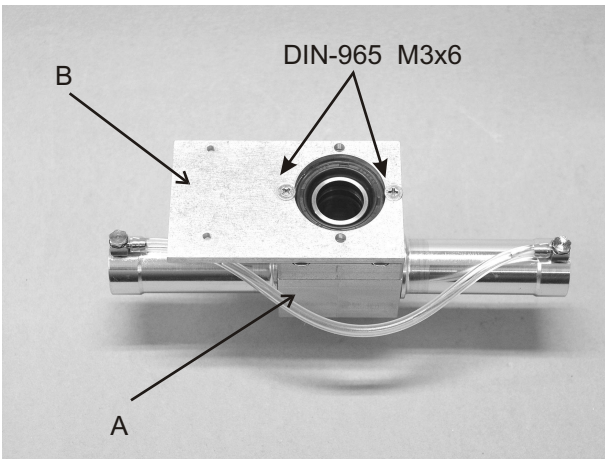

Bild 2
Befestigen Sie das Blech(B), wie im Bild 2 zu sehen, an dem Schwenkzylinder (A).